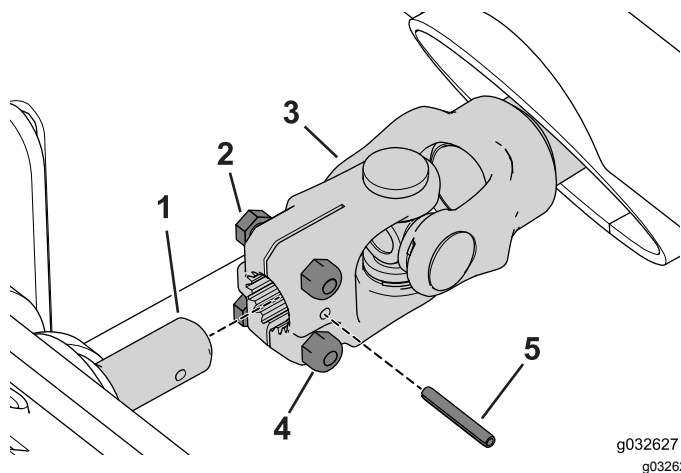

Bild 125
1. Schließen Sie die Antriebswelle mit dem Rollstift an der Getriebewelle an (Bild 125).